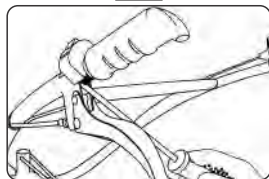

Рис. 10
- На левую рукоятку руля установите кнопку остановки двигателя (рис. 10).